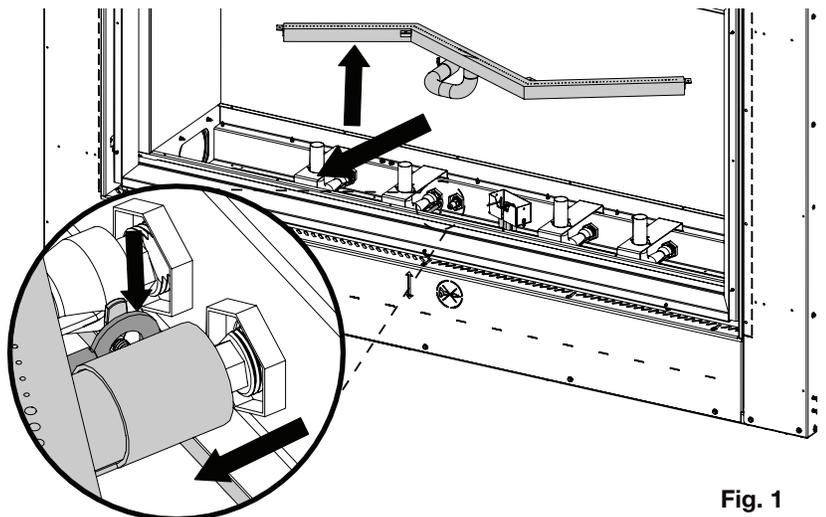

Fig. 1
5. Désengager la tige de réglage de l'obturateur d'air en la soulevant de l'obturateur d'air sur le Venturi du brûleur principal (**Fig. 1**). **L'œillet en caoutchouc doit rester en place.**